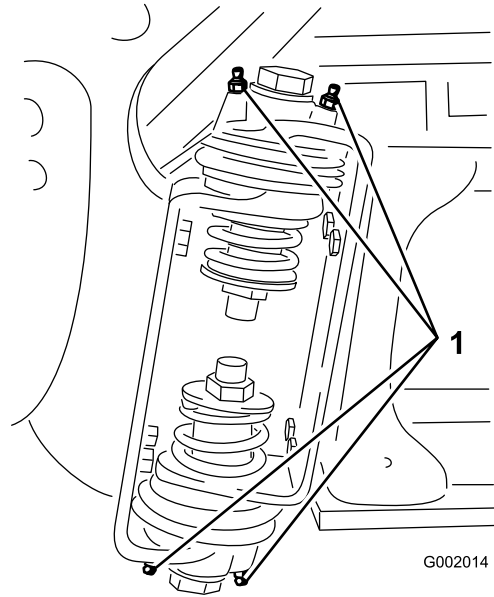

Figura 69
2. Bombee grasa en el cojinete o casquillo de cada punto de engrase (Figura 69).